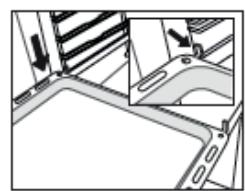

Fig. 5
5. Așezați accesoriiile pe glisor (Fig. 5, 6).